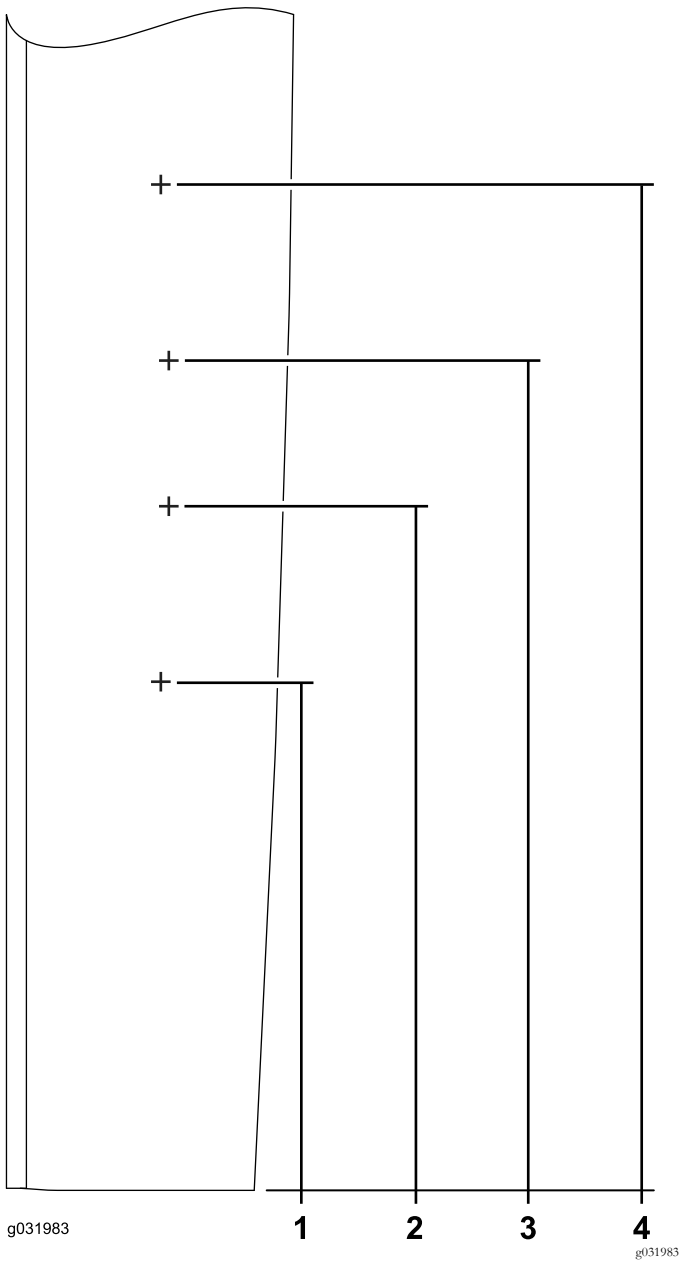
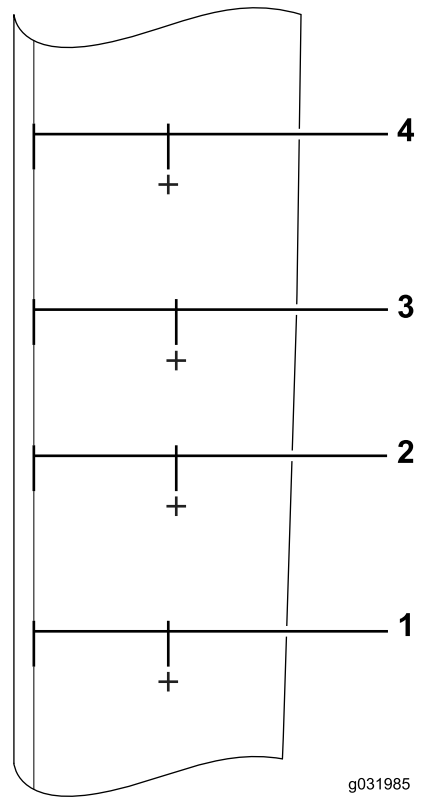

图 49
图 50
1. サイドプレートに以下のようにマーキングする 図 49 と 図 50。